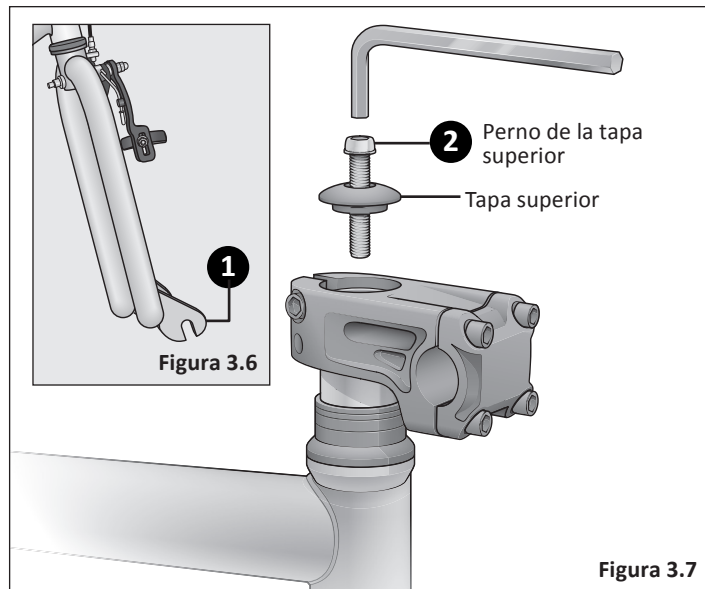

Figura 3.7
- 2** Usando una llave Allen de 5 mm, afloje el perno de la tapa superior del tubo de dirección y quite tanto la tapa como el perno. **¡Importante!** ¡No quite los espaciadores. **Figura 3.7**